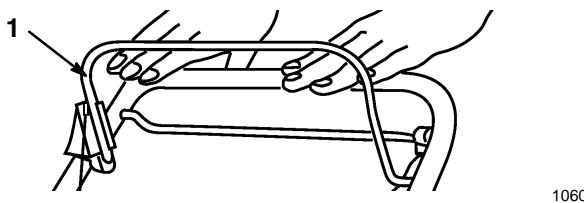

Figure 10
- Lâcher la barre de commande de lame (Fig. 10). Le moteur et la lame doivent s'arrêter. S'ils ne s'arrêtent pas, consulter immédiatement un réparateur.